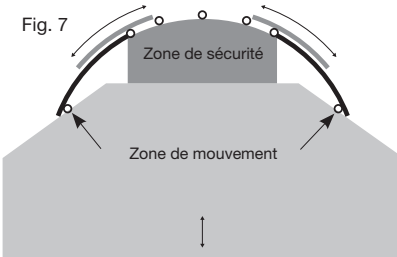

Fig. 7
- Porte cintrée intérieure:** utiliser 7 marqueurs (voir fig.7)